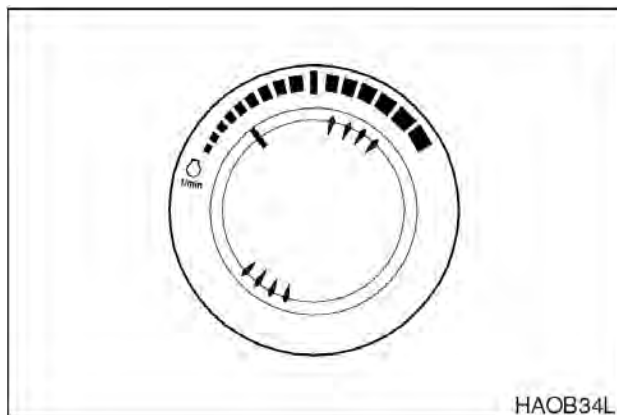

Рис. 9
2. Установить диск скорости двигателя несколько выше отметки низких оборотов холостого хода (LOW IDLE), рис. 9.